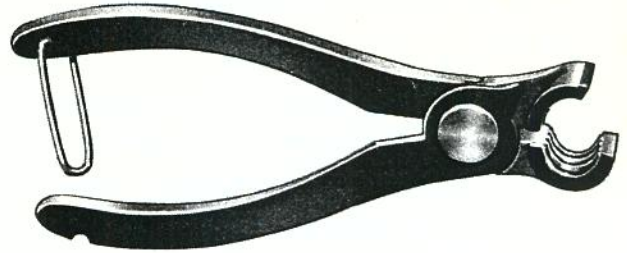

Fig. 48
- As molas são instaladas, utilizando-se da ferramenta WFE-18, mostrada na fig. 48.